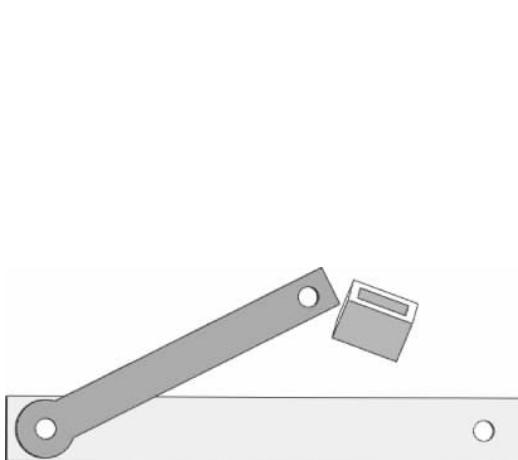

图 3-129 插入滑块
(7) 单击【装配体】工具栏中的【插入零部件】按钮 ，弹出【插入零部件】的属性设置。单击【浏览】按钮，在弹出的【打开】对话框中选择子装配体【滑块】，单击【打开】按钮，在图形区域的合适位置单击插入，如图 3-129 所示。